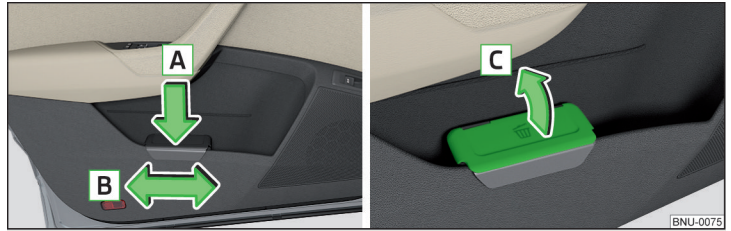

Abb. 104 Abfallbehälter: einsetzen und verschieben / öffnen
- » Den Abfallbehälter im hinteren Bereich in Pfeilrichtung **A** eindrücken » Abb. 104.
› Den Abfallbehälter entgegen der Pfeilrichtung **A** herausnehmen » Abb. 104.
› Den Deckel in Pfeilrichtung **C** anheben » Abb. 104.